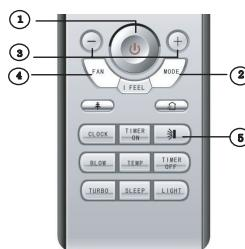

Рис. 6.4
6.6 Порядок управления (Рис. 6.4)